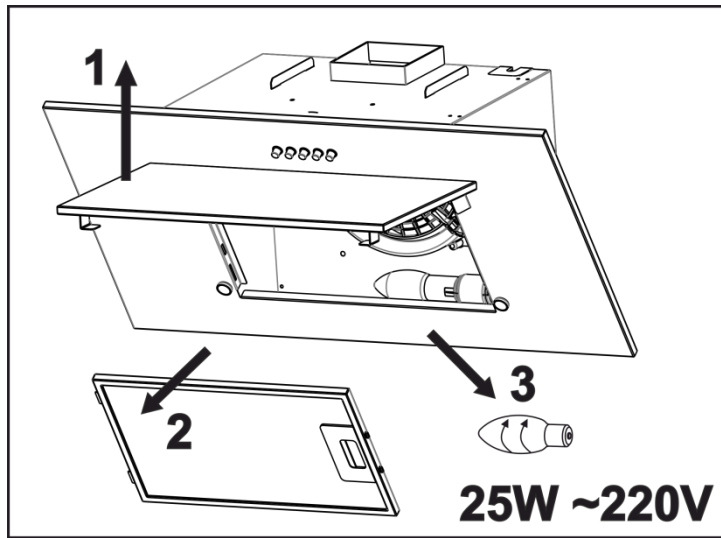

Рис.7
- снять алюминиевый фильтр **1** (рис.7), формат фильтров показано на (рис.7);
- выкрутить лампу освещения **3** из патрона против часовой стрелки, придерживая рукой с внутренней стороны (за плафоном) (рис.7);